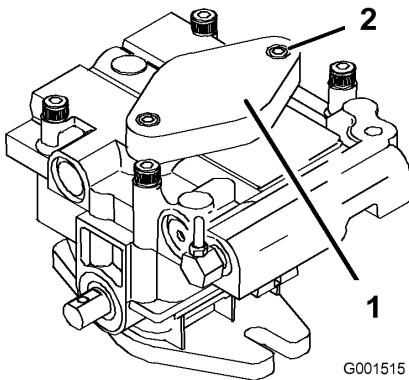

Figure 56
7. Pour amorcer la pompe de charge, desserrez deux vis à tête creuse hexagonale (Figure 56) de seulement